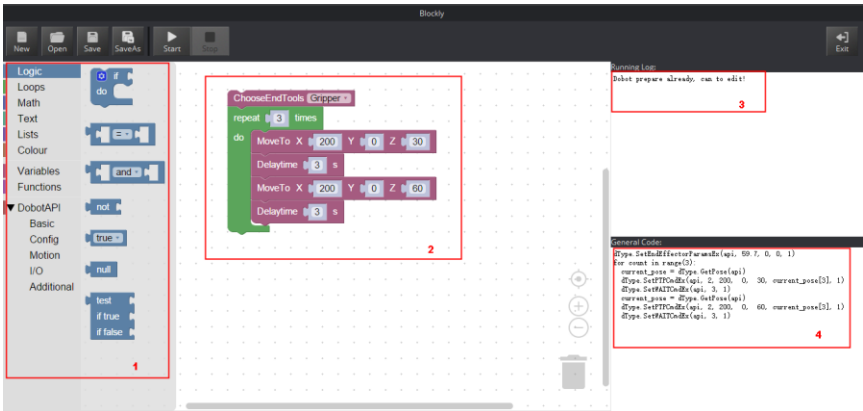

Figura 96: Programação gráfica Blockly
2. Arraste o módulo blockly no quadro esquerdo da página **Blockly** para programar, como mostrado na Figura 96.
A demonstração na Figura 96 é descrita como segue.